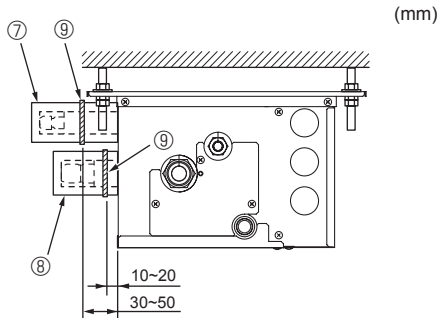

Fig. 7-5
- Ⓖ Cubiertas de los tubos ③ ④ ⑤ ⑥
► Utilice los siguientes procedimientos para la parte de conexión interior cuando la unidad interior no está conectada. (Fig. 7-5)
- (1) Para evitar fugas de refrigerante, asegúrese de que las tuercas abocardadas están apretadas según los pares\* especificados en la tabla 3.